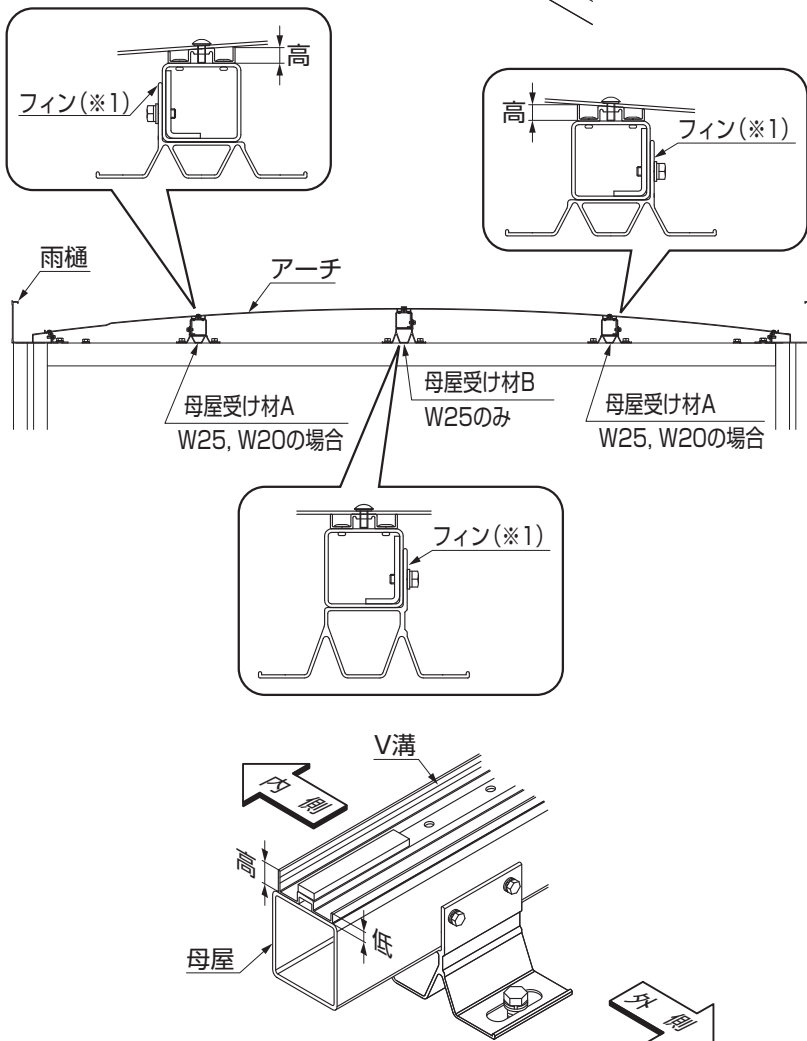

図5-1 母屋の向き
- 母屋には方向性があります。図5-1を参照して、母屋の向きに注意して取付けてください。
- ① 両支持梁または片支持梁に母屋受け材Aまたは母屋受け材Bを【7-1】、【7-2】、【7-3】で取付けてください。その際、【7-1】は仮止めしてください。